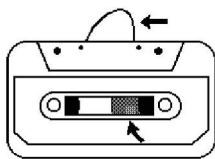

Fig.1
- Revise que no haya capas de cinta sueltas visibles a través de la ventana central del casete (ver Fig. 1). Elimine las capas sueltas de cinta utilizando un lápiz o bolígrafo cuyo cilindro sea hexagonal, antes de insertar el casete (ver Fig.2)